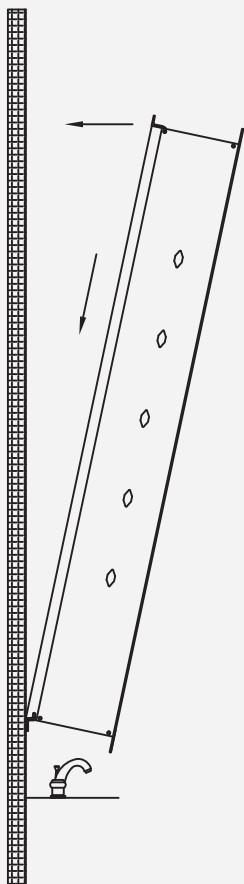
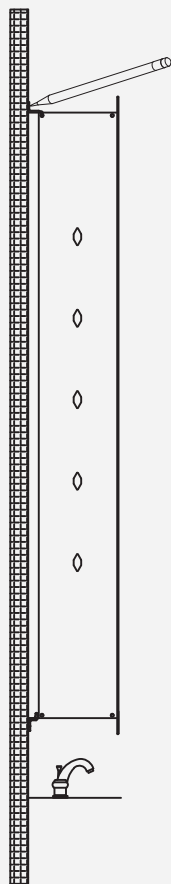

Fig 11
Fig 12
5. Coloque el gabinete en el soporte de pared (Fig 11). Marque las ubicaciones de los agujeros de los clips Z (Fig 12). Al determinar la ubicación, se recomienda que al menos un clip Z esté ubicado en un montante. Retire el gabinete y taladre un agujero de 8 mm si es necesario para el anclaje, y colóquelo en el agujero.